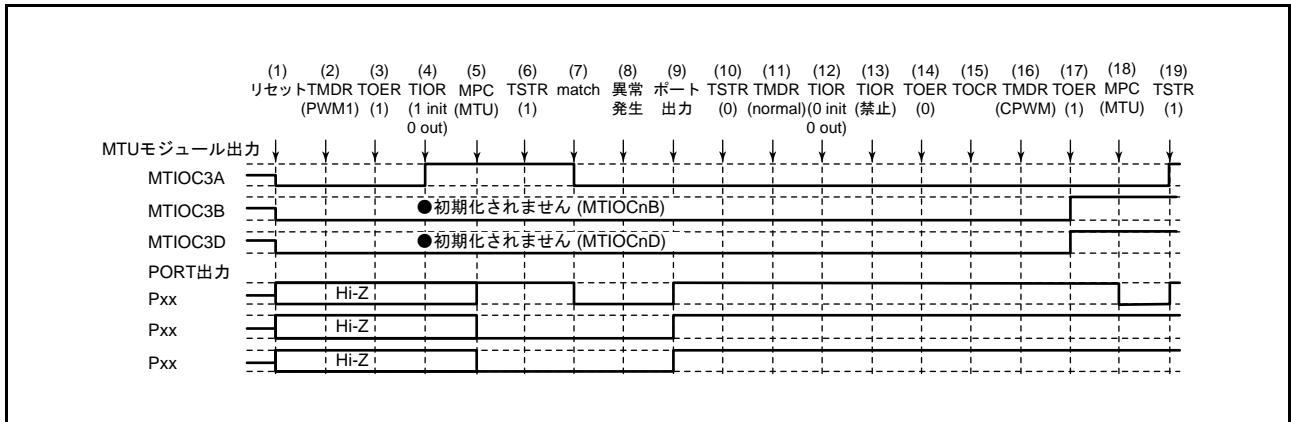

図 22.137 PWM モード 1 で異常が発生し、相補 PWM モードで復帰する場合
PWM モード 1 で異常が発生し、再設定後相補 PWM モードで再スタートする場合の説明図を図 22.137 に示します。
- (1) ~ (14) は図 22.137 と共通です。
- (15) TOCR レジスタでリセット同期 PWM モードの出力レベルと周期出力の許可 / 禁止を選択してください。
- (16) リセット同期 PWM モードを設定します。
- (17) TOER レジスタで MTU3、MTU4 の出力を許可してください。
- (18) MPC と I/O ポートのポートモードレジスタ (PMR) で MTU 出力としてください。
- (19) TSTR レジスタで再スタートします。